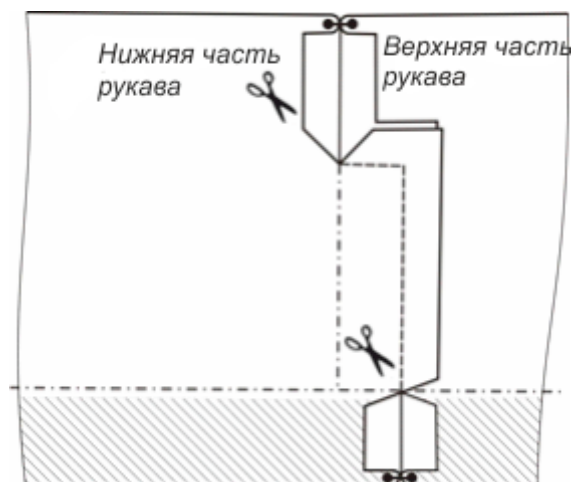

Рис. 3
2. Сложить верхнюю и нижнюю часть рукавов лицо с лицом, сметать, а затем стачать детали по локтевому срезу, по верхнему и боковому срезу шлицы. Припуски шва разутюжить согласно схеме (рис. 3).